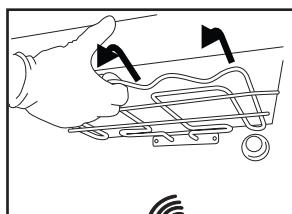
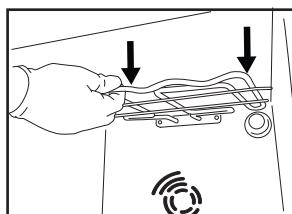

Fig. 1
Fig. 2
- Træk varmeelementet en smule ud (Fig. 1) og sænk det (Fig. 2).